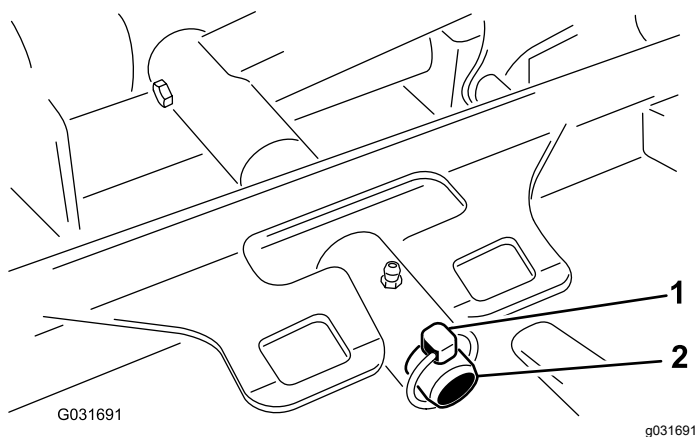

図 13
3. デッキのキャリアフレームを昇降アームのピボットピンに固定しているリンチピンを外す 図 13。